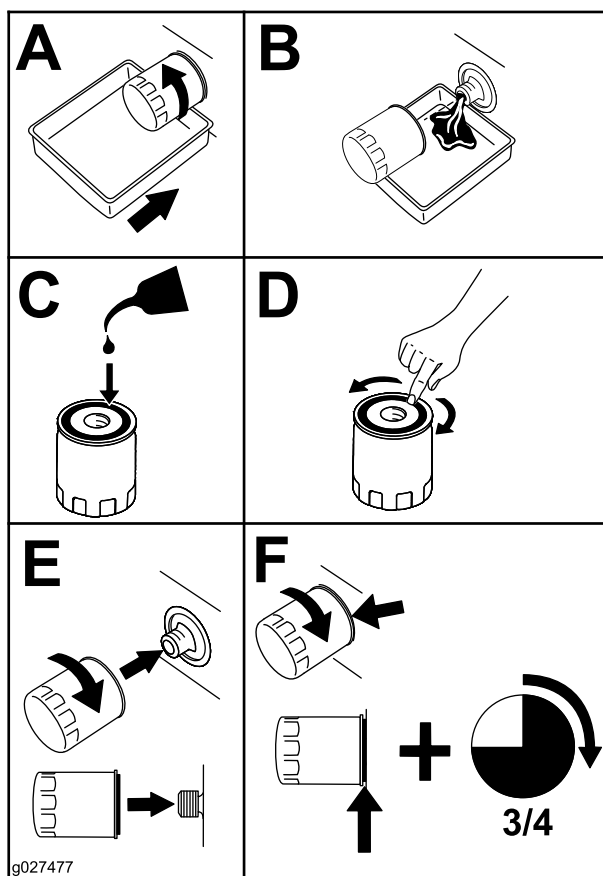

Figura 45
2. Substitua o filtro do óleo do motor (**Figura 45**).